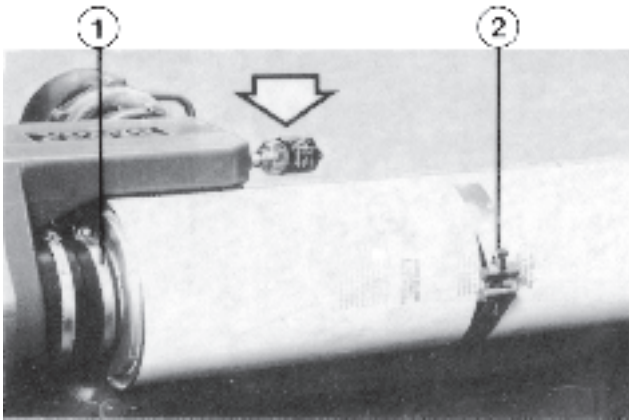

Fig. 116 Echange de filtre à air (la figure montre TD60)
1. Nettoyer le flexible caoutchouc du filtre. Débloquer le collier de serrage (1, figure 116) et l'attache (2) du filtre.